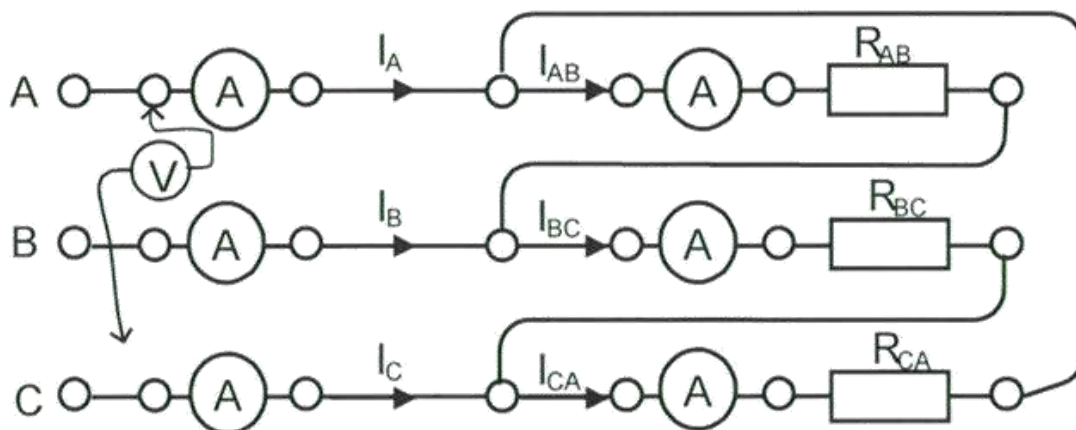

Рис.12.5
- Соберите цепь согласно схеме (рис. 12.5) с сопротивлениями фаз $R_{AB}=R_{BC}=R_{CA}=1$ кОм. Монтажная схема такая же, как на рис. 10.3, но ваттметр в этой работе не понадобится.